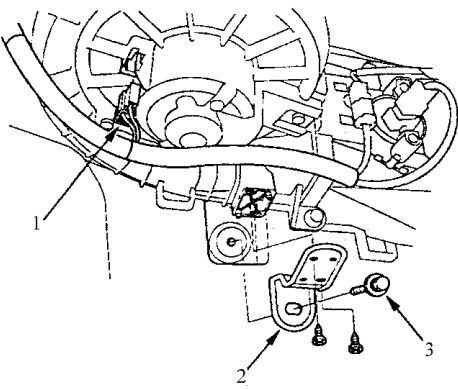

图 10-20 从鼓风机上断开连接器
- 3) 如图 10-20 所示，从鼓风机电动机上断开连接器，然后，拆卸装配螺栓、自攻螺钉和托架。